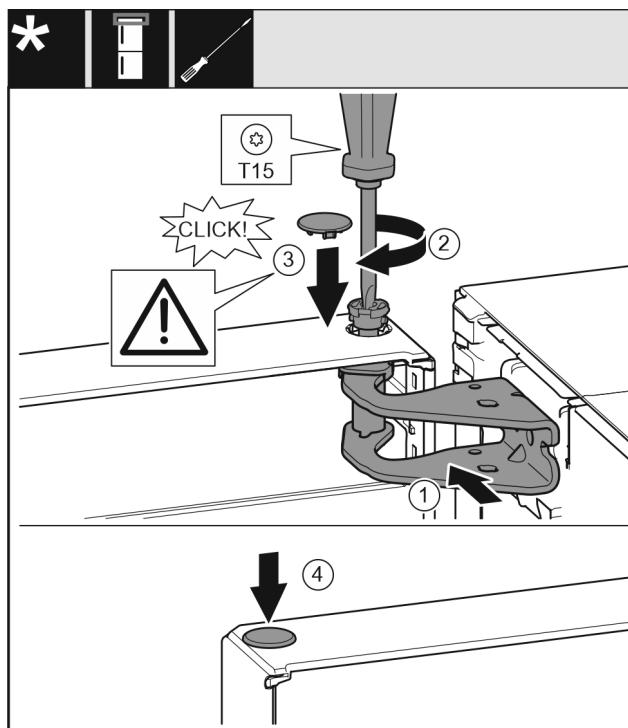

Fig. 18
- ▶ Poravnajte gornja vrata prema otvoru u podlošku ležaja. Fig. 18 (1)
- ▶ Umetnute svornjak i zavijte odvijačem T15. Fig. 18 (2)
- ▶ Montirajte sigurnosni pokrov radi osiguranja vrata: Umetnute sigurnosni pokrov i provjerite naliježe li na vrata. U protivnom u potpunosti umetnute svornjake. Fig. 18 (3)
- ▶ Umetnute čep. Fig. 18 (4)